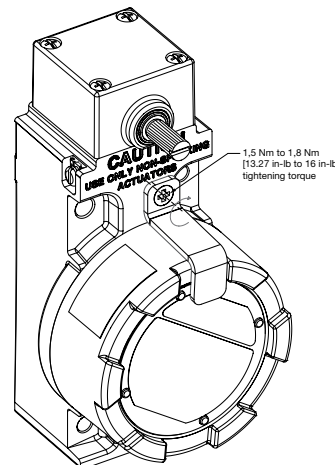

РИСУНОК 11.
3. Клемму внутреннего заземления необходимо использовать для заземления оборудования, а клемма внешнего заземления предназначена для подключения дополнительного заземления перемычками, если это допускается или требуется местными нормами и правилами или регулирующими органами. (См. рис. 11.)